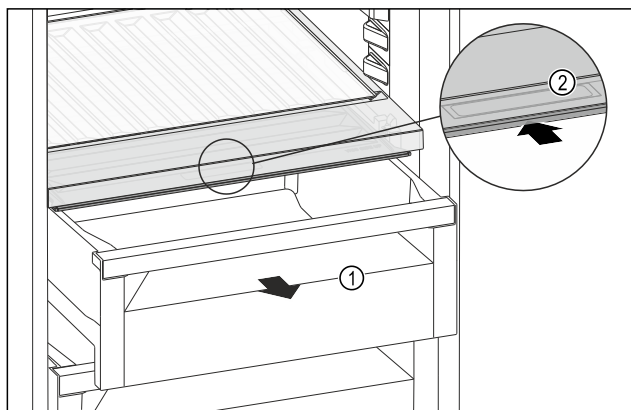

Fig. 200
- Zásuvku Fig. 200 (1) vytáhněte.
- Uchopte prohlubeň pro rukojeť Fig. 200 (2) na víko zásuvky a současně zasuňte víko zásuvky směrem dozadu.